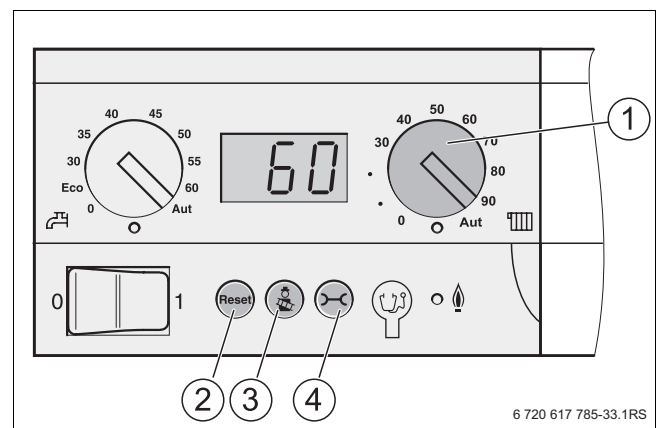

Bild 61 Bedienfeld des Basiscontrollers
- Am Drehknopf für maximale Kesselwassertemperatur (→ Bild 61, [1]) die obere Grenztemperatur des Kesselwassers für den Heizbetrieb einstellen (→ Tab. 9).